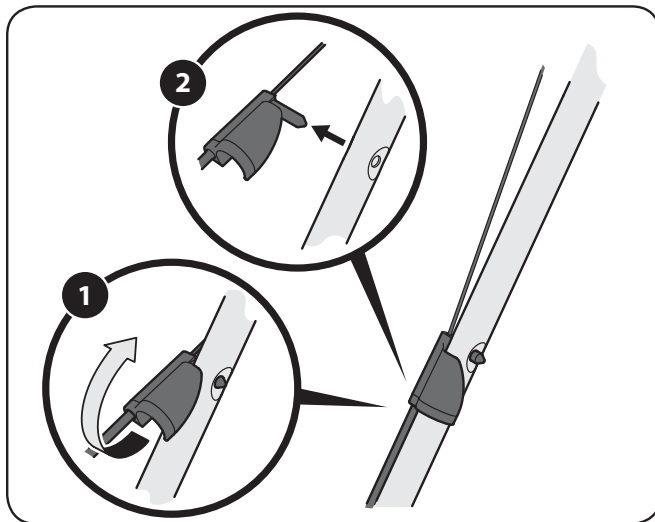

Figure 6-3
1. Faites pivoter vers le haut le raccord du câble d'entraînement situé sur la poignée supérieure gauche. Voir Figure 6-3.